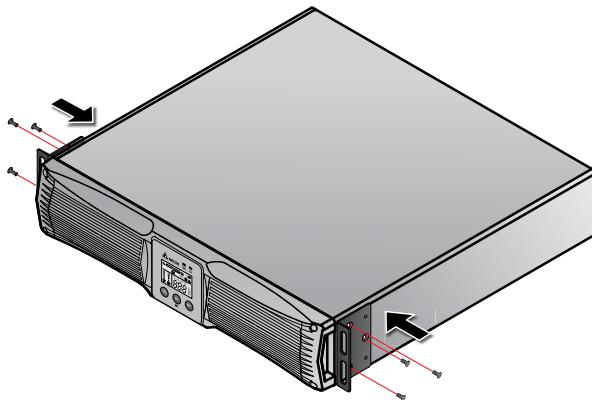

Рис. 3-1. Прикрепите монтажные уголки
- Прикрепите уголки к расположенным по бокам ИБП отверстиям. См. *Рис. 3-1*.